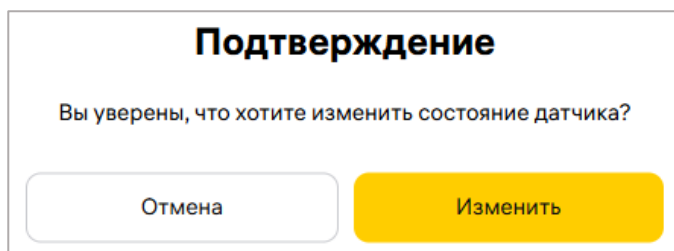

Рисунок 18 – Окно подтверждения запуска пожара
- Перейти в обход - установка режима «обход датчиков». Для установки режима необходимо перевести переключатель в строке устройства в положение ON (правое). После чего появится окно подтверждения, в котором нужно выбрать «Изменить» (рисунок 18). После подтверждения состояние датчика изменится на «Режим обхода». Для отмены действия нажать кнопку «Отмена».